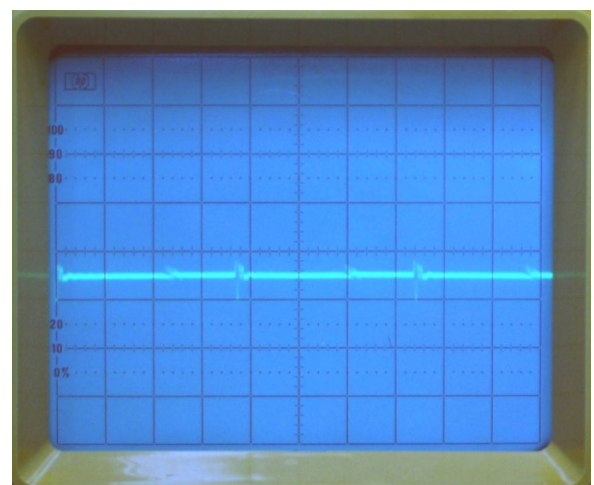

Abb. 6: Brummanteil der Ausgangsspannung
- Brummspannung auf der 10,5-V-Leitung kontrollieren; sie soll bei einem Strom von 1 A nicht mehr als 80 mV Spitze-Spitze betragen (Abb. 6). Das ist nur zu erreichen, wenn für C6 ein keramischer Vielschichtkondensator eingesetzt wird. Ein zweiter solcher Kondensator auf der Lötseite der Leiterplatte